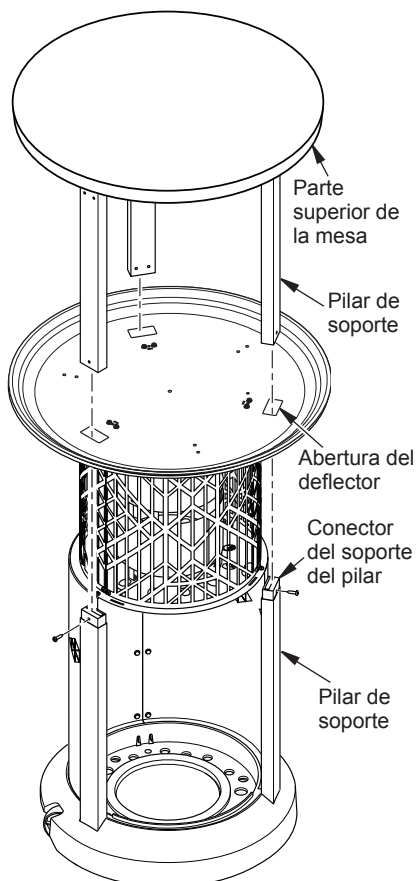

Figura 10 - Instalación de la parte superior de la mesa
- Voltee el conjunto de soporte de la mesa hacia arriba. Deslice los pilares de soporte a través de las aberturas del conjunto de deflector (consulte la figura 10). Coloque los pilares de soporte superiores sobre los conectores de soporte de los pilares. Asegure cada conjunto con 1 tornillo (C) en cada uno (consulte la figura 10).